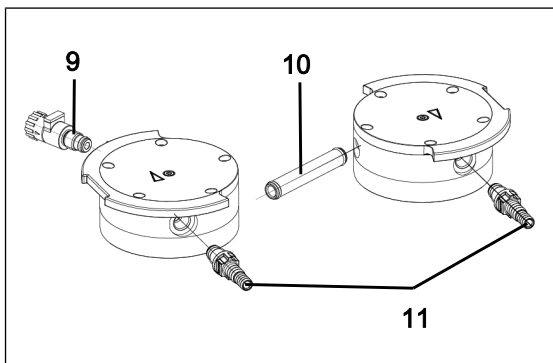

Abb. 10: O-Ringe wechseln
2. Ziehen Sie das Verschaltungsrohr (**10/Abb. 10**) aus dem Kopfdeckel (**3**) heraus.
3. Tauschen Sie die beiden O-Ringe am Verschaltungsrohr (**10/Abb. 10**) aus.
6. Schrauben Sie den Gasballast (**9/Abb. 10**) aus dem Kopfdeckel (**3**) heraus.
7. Tauschen Sie den O-Ring am Gasballast (**9/Abb. 10**) aus.
8. Schrauben Sie den Gasballast (**9/Abb. 10**) bis zum Anschlag in den entsprechenden Kopfdeckel (**3**) ein. Drehen Sie ihn anschließend wieder zurück bis die Fläche nach oben orientiert ausgerichtet ist.
9. Schrauben Sie die Schlauchanschlüsse (**11/Abb. 10**) mit dem mitgelieferten Werkzeug aus dem Kopfdeckel (**3**) heraus.
10. Tauschen Sie die O-Ringe an den Schlauchanschlüssen (**11/Abb. 10**) aus.
11. Schrauben Sie die Schlauchanschlüsse (**11/Abb. 10**) mit dem mitgelieferten Werkzeug in den Kopfdeckel (**3**) handfest ein.
6. Entsorgen Sie die ausgewechselte Membrane (7), Ventilplatten/Dichtungen (4) sachgerecht.
7. Stecken Sie das Verschaltungsrohr (10/Abb. 10) in die Kopfdeckel (3).